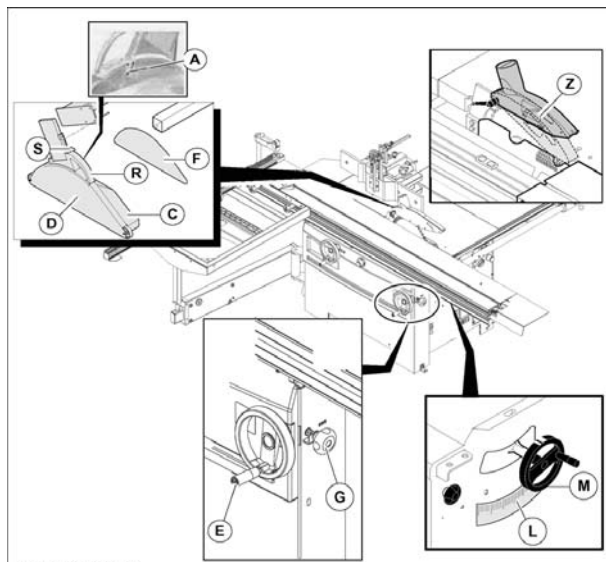

Fig. 6.3-1
quando si lavora con la sega a 90° utilizzare sempre il carter (F fig. 6.3-1).
Nel caso in cui si debba lavorare con la sega inclinata è necessario installare il carter (C fig. 6.3-1).
Per sostituire il fianco posteriore (F fig. 6.3-1) con il fianco (C fig. 6.3-1):
- Alzare a fine corsa la protezione (D fig. 6.3-1).
- Ruotare il dispositivo di bloccaggio (A fig. 6.3-1) e sfilare il fianco posteriore (F fig. 6.3-1).
- Inserire il fianco largo (C fig. 6.3-1, fornito a corredo) e per bloccarlo ruotare il dispositivo di bloccaggio (A fig. 6.3-1).
sollevare o abbassare la cuffia mediante la maniglia (R fig. 6.3-1) e la leva (S fig. 6.3-1) in funzione allo spessore del legno.
- Alzare la protezione sospesa, (D fig. 6.3-1), o (Z fig. 6.3-1) (S fig. 6.3-1).
- Ruotare il volantino (M fig. 6.3-1) in senso orario, la lama sale.
- Posizionare la protezione (D fig. 6.3-1), o (Z fig. 6.3-1) (S fig. 6.3-1), ad un'altezza massima di 4-5 mm dal pezzo da lavorare.
- Allentare il pomello (G fig. 6.3-1) e ruotare il volantino (E fig. 6.3-1) per regolare l'inclinazione del gruppo sega-incisore.
- Leggere nell'indice (L fig. 6.3-1) il valore di inclinazione della lama sega.
Con (S fig. 6.3-1) protezione sospesa
Il dispositivo viene fornito con due tipi di protezione (F fig. 6.3-1) e (C fig. 6.3-1), una per tagli con sega a 90°, e una per tagli con sega inclinata.